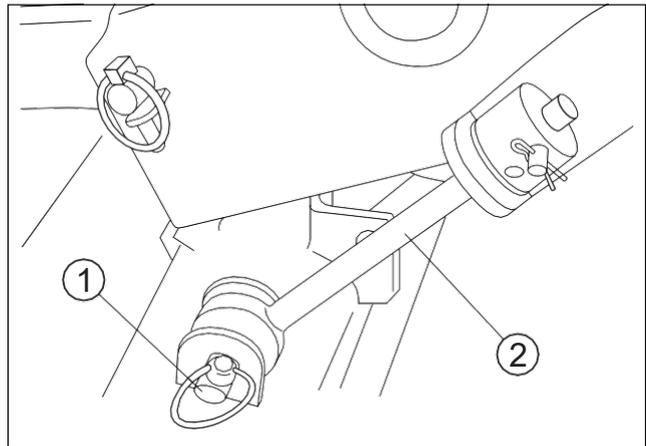

FIG. 27
- j. Mueva la cubierta de cortacésped. Luego inserte la clavija de enlace de la vara trasera (1) (fig. 27) hasta el tope en el soporte del brazo de elevación (10). Esto debe hacerse en ambos lados. Si es difícil insertar la clavija hasta el tope en el soporte del brazo de elevación (10), ajuste el perno (12) para insertar la clavija.